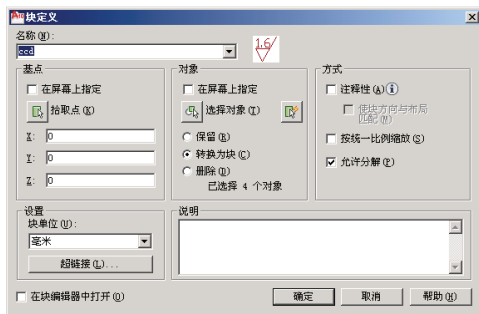

图 T7-7 “块定义”对话框
① 输入 BLOCK 命令，弹出图 T7-7 所示的对话框，在名称栏输入“ccd”。
② 通过选择对象按钮，选择粗糙度符号和其上的属性作为块内容。
③ 通过拾取点按钮，单击粗糙度符号的最下方顶点作为插入基点。